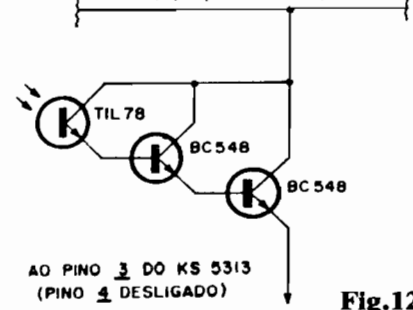

Fig.12
- FIG. 12 - POSSIBILIDADES "NÃO MECÂNICAS" DE CONTROLE AUTOMÁTICO - A adaptação dos circuitinhos do MK1 ou MK2 a caixinhas de música reais (como um pequeno porta-jóias, por exemplo...) não é difícil, conforme sugestões já descritas, improvisando-se contatos elétricos com lâminas comandadas pela balsa das tampas, etc. Entretanto, existem soluções tecnologicamente mais sofisticadas que podem ser adotadas pelos Leitores/Hobbystas... Uma delas, cujo diagrama básico é mostrado na figura, é o comando ótico do sistema, que pode ser usado no gatilhamento do pino 3 do KS5313... Nesse caso, um super-opto-Darlington elaborado com um foto-transistor TIL78 e dois BC548, fica eletricamente intercalado entre a linha do positivo da alimentação e o dito pino 3 do KS5313... A alimentação deve - obrigatoriamente - ficar em 3V (conforme as opções para tal Tensão, já diagramadas para o MK1...), e permanecer conetada...